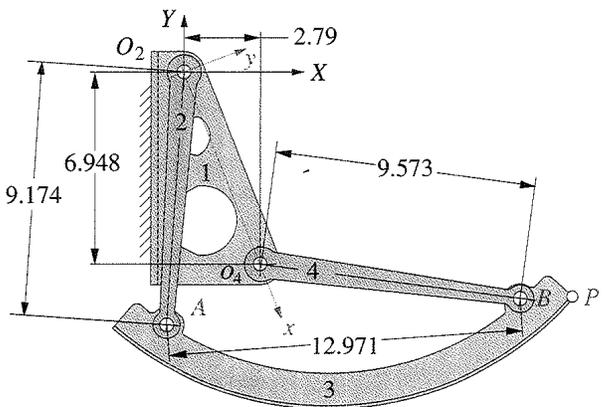

FIGURA P4-17 Problemas 4-55 a 4-57 Mecanismo de compartimiento de equipaje de cabina de avión, cotas en pulgadas
- 4-55 Para el mecanismo de la figura P4-17, calcule la rotación máxima en el sentido de las manecillas del reloj del eslabón 2 a partir de la posición mostrada, la cual está a -26° con respecto al sistema de coordenadas xy local. ¿Qué ángulos giran los eslabones 3 y 4 con la excursión del eslabón 2?
- †4-56 Escriba un programa de computadora o use una calculadora de ecuaciones como *Mathcad*, *Matlab* o *TKSolver* para calcular y graficar la posición del punto *P* del acoplador del mecanismo mostrado en la figura P4-17 con respecto al sistema de coordenadas XY en función del ángulo del eslabón 2 con respecto al sistema XY . La posición del punto *P* del acoplador en el eslabón 3 con respecto al punto *A* es: $p = 15.00$, $\delta_3 = 0^\circ$.
- 4-57 Para el mecanismo mostrado en la figura P4-17, calcule las coordenadas del punto P en el sistema de coordenadas XY si sus coordenadas en el sistema xy son $(12.816, 10.234)$.